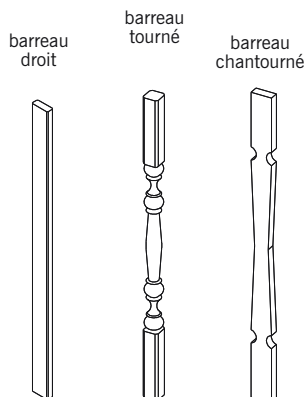

fig. 13.45
■ Le **barreau** (fig. 13.45) : montant de petite section assurant le remplissage du garde-corps. Un barreau est dit **chantourné** lorsque ses bords sont découpés suivant des lignes courbes. En menuiserie, le mot « barreau » est souvent remplacé par le mot « **balustre** » qui, à l'origine, désignait un élément vertical en pierre, béton, terre cuite ou bois de forme cylindrique, tournée et profilée.